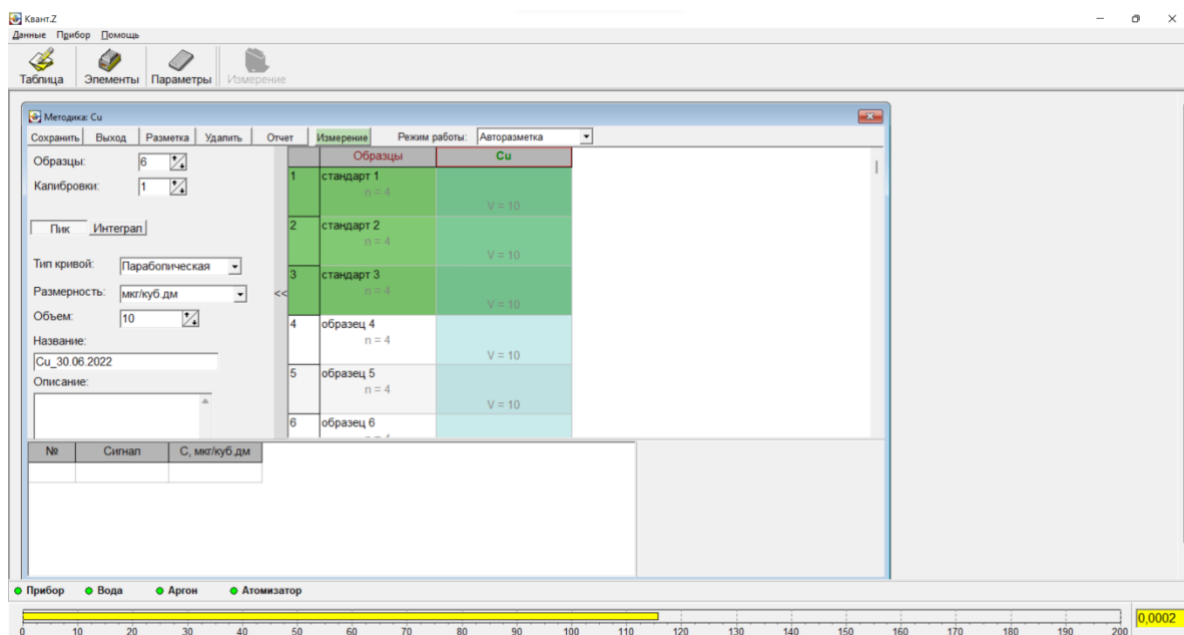

Рис. 36П – Установка параметров калибровки
3.7.18 Для установки параметров создаваемой калибровки левой кнопкой мыши щелкните по символу элемента в верхней строке. В левой части откроется дополнительное окно с параметрами методики (Рис. 36П). В строке «Размерность» установите требуемую размерность концентрации определяемого элемента, а в строке «Объем» задайте дозируемый объем. Учтите, что если эти параметры не выбрать на данном этапе, то их значения устанавливаются по умолчанию: мкг/л и 10 мкл. Таким образом, если требуется создать калибровку для другой размерности и (или) объёма, то это необходимо сделать перед созданием калибровки. Затем выберете способ регистрации в строке «Пик» - «Интеграл» и задайте кривую аппроксимации калибровки в строке «Тип кривой».